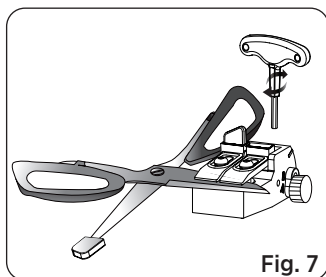

Fig. 7
3. För in saxbladet i klämmorna och dra åt ordentligt. Se till att skäreggen är i linje med eller sticker ut något utanför det nedre stödblocket. Justera de övre klämmorna så att de passar saxar med olika bladbredd (Se Fig. 7).